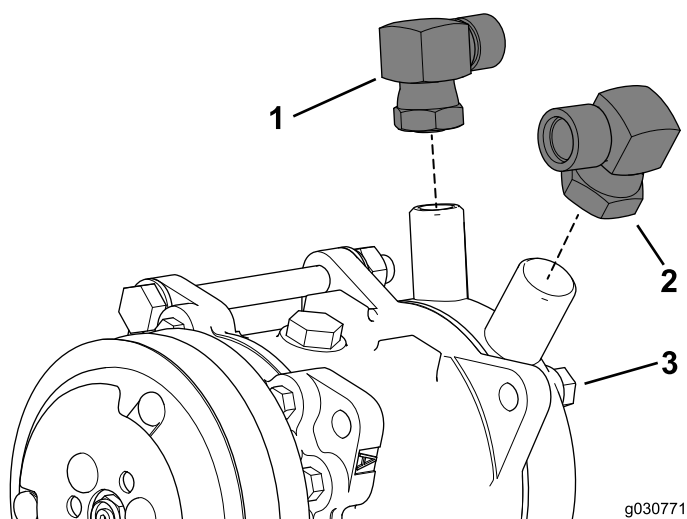

Figura 41
1. Instale a união de ângulo reto (7/8 pol.) à porta de baixa pressão ou sucção na bomba do ar condicionado (Figura 41).
3. Instale a união de ângulo reto (3/4 pol.) à porta de alta pressão ou descarga na bomba do ar condicionado (Figura 41).